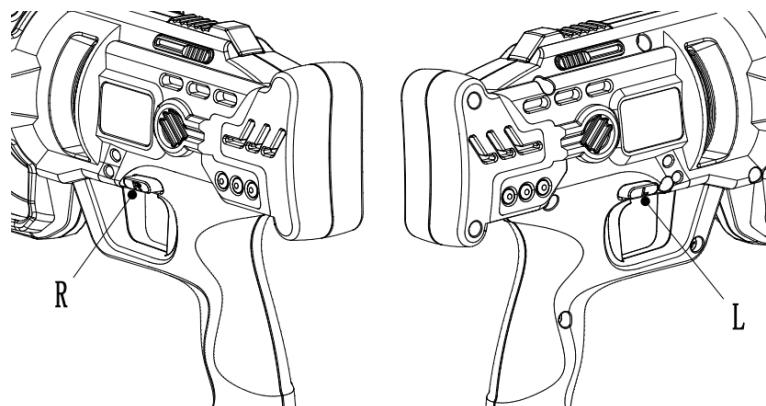

Figure 3
**Note: La rotation inverse est uniquement utilisée pour libérer l'arbre flexible dans l'état serré (Fig. 3).**